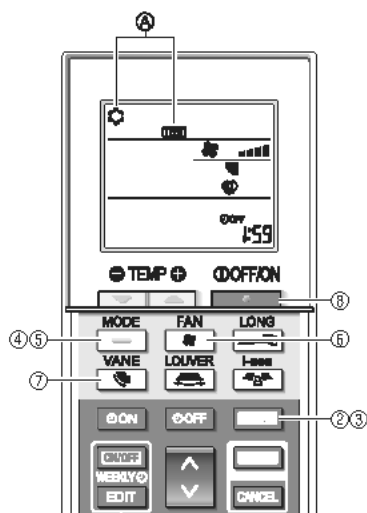

Fig. 8-5
- ① Mindestens 12 Stunden vor dem Testlauf den Netzstrom einschalten.
- ② Drücken Sie Taste [] 5 Sekunden lang. (Fig. 8-5)
- ③ Drücken Sie die Taste [].
Es werden ④[TEST] und die aktuelle Betriebsart angezeigt. (Fig. 8-5)
- ④ Drücken Sie die Taste [], um den Kühlmodus zu aktivieren, und prüfen Sie dann, ob Kaltluft aus dem Gerät geblasen wird.
- ⑤ Drücken Sie die Taste [], um den Heizmodus zu aktivieren, und prüfen Sie dann, ob Warmluft aus dem Gerät geblasen wird.
- ⑥ Drücken Sie die Taste [] und prüfen Sie, ob sich die Ventilatorzahl ändert.
- ⑦ Drücken Sie die Taste [] und prüfen Sie, ob die automatische Klappenfunktion einwandfrei funktioniert.
- ⑧ Drücken Sie die Taste [], um den Testlauf zu beenden.